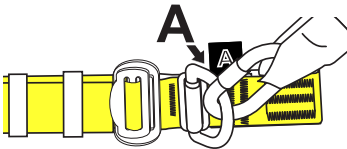

Рис. 3
Присоединение соединительно-амортизирующей подсистемы к привязи осуществляется за элемент ("точку") крепления, имеющую маркировку «↔А»(рис. 3) или «А» (рис. 4а).
8. Присоединять соединительно-амортизирующую подсистему к элементу ("точке") крепления, имеющей маркировку «↔А», при не застегнутой грудной лямке (рис. 3).